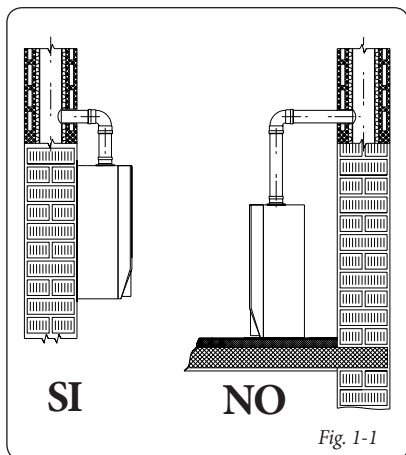

Fig. 1-1
- Normas de instalación: estas calderas han sido fabricadas únicamente para montaje mural como aparato para calefacción de ambientes y producción de agua caliente sanitaria en ámbito doméstico y afín. La pared debe ser lisa, es decir, sin salientes ni entrantes que permitan su acceso desde la parte posterior. Estas calderas no han sido proyectadas para instalarse sobre zócalo o directamente sobre el suelo (Fig. 1-1).